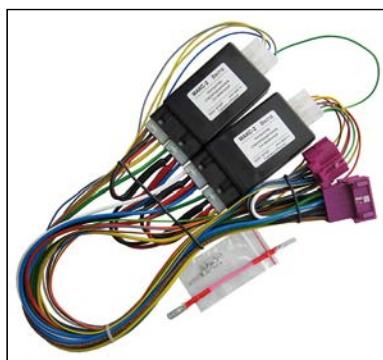

Рисунок 1. Комплект модулей
4.1 Каждый модуль комплекта (рисунок 1) представляет собой электронное устройство, состоящее из управляющего микроконтроллера и силовых цепей коммутации нагрузки. Микроконтроллер по сигналу от охранный сигнализации или при нажатии кнопок управления стеклоподъёмниками включает и выключает электродвигатели стеклоподъёмников по заданному алгоритму.